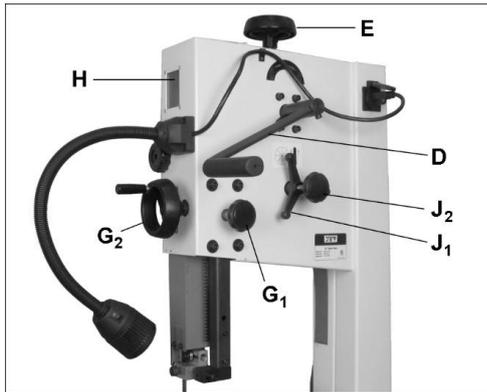
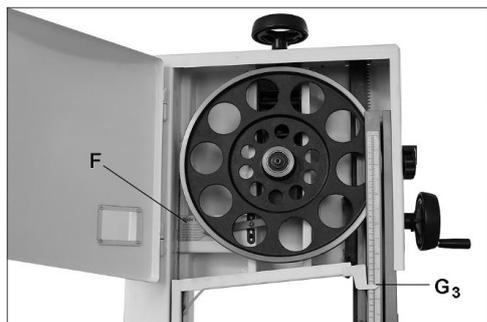

Рис. 6
Рис. 7
- Поднимите рычаг быстрого натяжения (см. D, Рис. 6), чтобы освободить позиционирование. При необходимости поверните маховик натяжения (E, Рис. 6) против часовой стрелки для дополнительного ослабления.
См. Рис. 6 и Рис. 7.
1. Опустите вниз рычаг натяжения (D, Рис. 6) в положение «натянuto».
2. Установите необходимое натяжение полотна, вращая маховик (E, Рис. 6) по часовой стрелке, чтобы увеличить натяжение, и против часовой стрелки, чтобы ослабить.
3. Индикатор (F, Рис. 7) показывает примерное натяжение в зависимости от ширины полотна в дюймах. Изначально установите натяжение полотна в зависимости от ширины полотна. Когда вы ознакомитесь с ленточнопильным станком, возможно, вам потребуется изменить натяжение полотна и отступить от начальной настройки.
4. Ослабьте ручку фиксации направляющей стойки (G₁, Рис. 6), чтобы опустить направляющую стойку и увидеть ленточное полотно через окошко (H).
7. Если полотно смещается к левому или правому краю шкива, ослабьте фиксатор (J₁, Рис. 6) против часовой стрелки, и поверните ручку хода (J₂) правой рукой, в то время как продолжаете вращать шкив левой рукой.
3. Опустите рычаг натяжения полотна (см. D, Рис. 6) в положение «натянута».